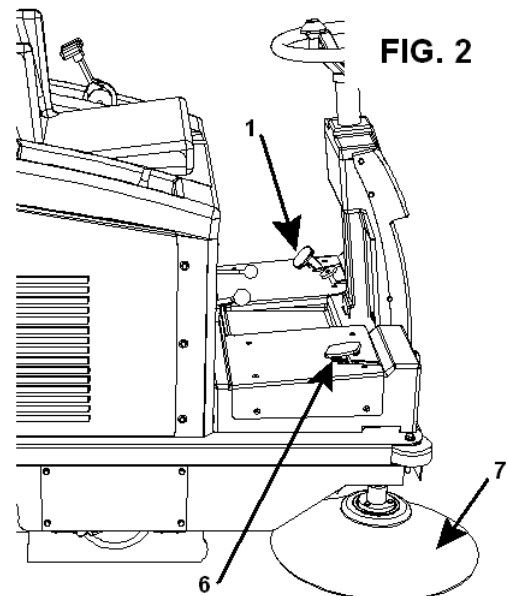

FIG. 2
- 2) Preparen un plano inclinado (que tenga una capacidad de resistencia adecuada a la masa de la máquina) para poner pegado al lado estrecho de la bancada, que tenga por lo menos 1,5 m de largo (para que no dañe las bandas protege-polvo de goma) y 1 m de ancho; quiten las maderas que rodean las ruedas y quiten el freno de estacionamientos -**Detalle 1 Fig. 2**-, presionándolo de manera que se desenganche la palanca de bloqueo. Ahora, para el modelo Style 70, habrá sólo que empujar la máquina por la rampa (esta operación hay que realizarla controlando que no haya personas delante de la máquina y en una amplia superficie plana). Una vez completada la operación de desembalaje, desmonten y conserven los ganchos (armellas); monten el cepillo lateral derecho -**Detalle 7 Fig. 2**-, y si fuera necesario el cepillo lateral izquierdo.